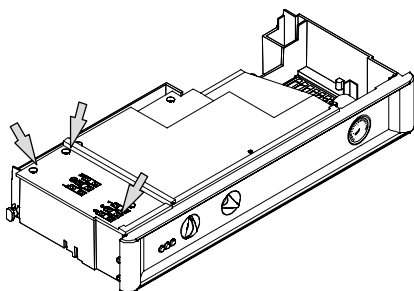

Fig. 5.19
- Desenrosque los tornillos y quite la tapa de la regleta de bornes Fig. 5.19.